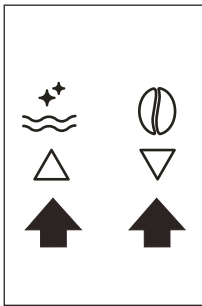

Fig. 9
- Pour régler la langue, utilisez les icônes Δ ∇ (B7 et B8) pour choisir la langue requise (Fig. 9). Quand le message « PRESS OK TO CHOOSE ENGLISH » (APPUYER SUR OK POUR CHOISIR L'ANGLAIS) s'affiche, appuyez sur l'icône $\circ\kappa$ (B9) (Fig. 10) pendant 3 secondes jusqu'à ce que le message « ENGLISH INSTALLED » (ANGLAIS INSTALLÉ) s'affiche. Si vous réglez la mauvaise langue, suivre les instructions de la section « Réglage de la langue ». Les instructions concernent la version en anglais. Puis suivre les instructions qui s'affichent.